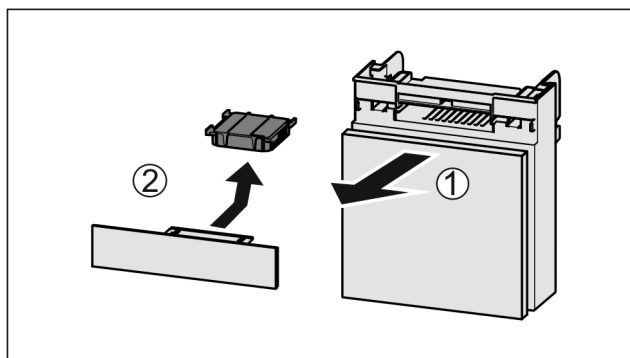

Fig. 132
- Потягніть Fig. 132 (1) відділення вперед.
- Витягнути Fig. 132 (2) фільтр з активованого вугілля.